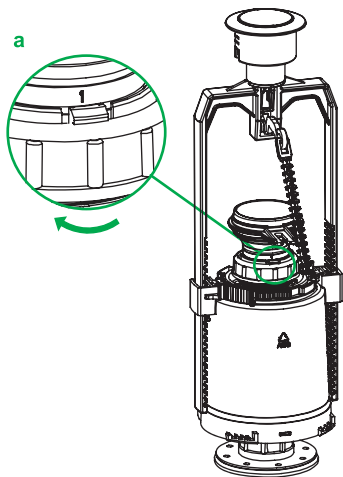
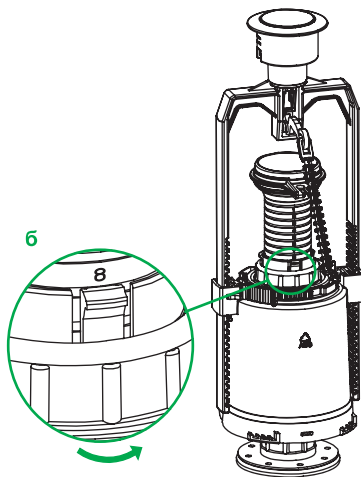

Рис. 5 / 5-сур.
Рис. 6 / 6-сур.
5. По часовой стрелке открутите гайку трубки перелива (рис. 5а) и установите необходимый уровень перелива (рис. 6). **Верхний край трубки перелива должен быть на 2–4 см выше уровня воды.** Зафиксируйте это положение поворотом гайки против часовой стрелки (рис. 6б).